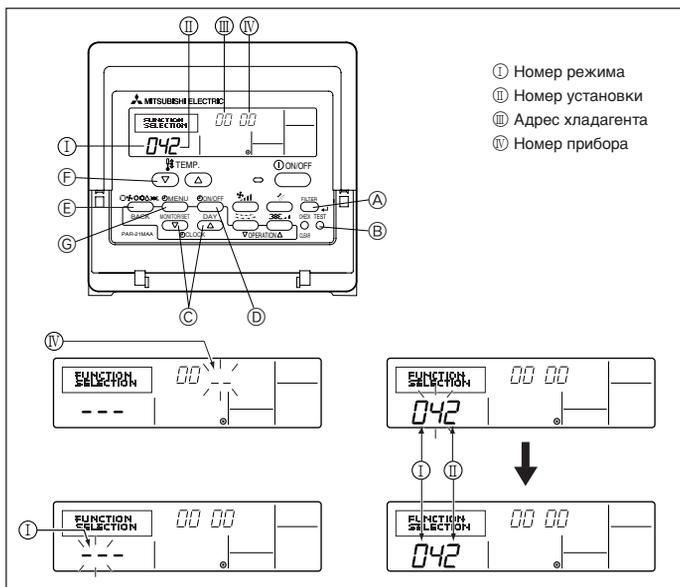

Fig. 6-8
1) Для проводного пульта дистанционного управления (Fig. 6-8)
- ① Перейдите в режим установки функций.